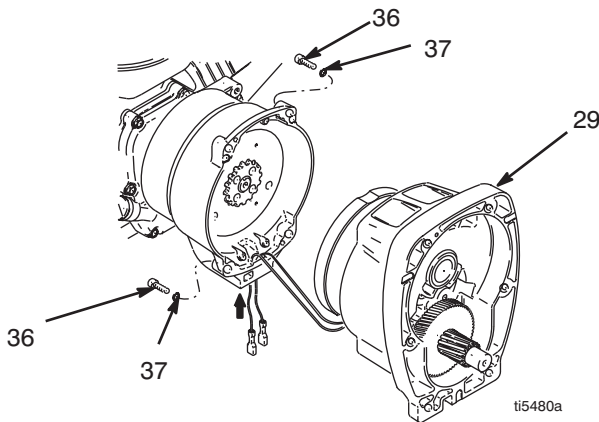
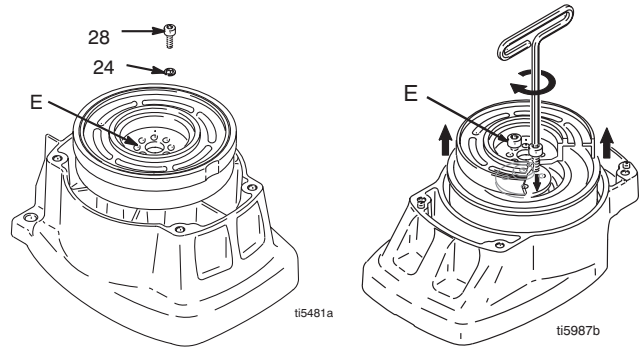

FIG. 4
FIG. 5
2. FIG. 4. Débrancher les connecteurs d'embrayage de la régulation de pression.
- a. Enlever les deux vis (71) et rabattre le boîtier (130a) vers le bas.
3. FIG. 4. Enlever les quatre vis (36) et la pignonnerie (29).
4. FIG. 5. Placer le pignon (29) sur un établi avec le rotor orienté vers le haut.
5. Enlever les quatre vis (28) et les rondelles (24). Introduire deux vis dans les trous taraudés (E) du rotor. Serrer alternativement les vis jusqu'à ce que le rotor sorte.
9. FIG. 5. Placer la pignonnerie sur un établi avec le rotor orienté vers le haut.
10. Enduire les vis de loctite. Mettre les quatre vis (28) et les rondelles d'arrêt (24). Serrer alternativement les vis à 125 in-lb jusqu'à ce que le rotor soit solidement fixé. Utiliser les trous taraudés pour maintenir le rotor.
11. FIG. 4. Fixer la pignonnerie (29) avec les quatre vis (36) et les rondelles (37).